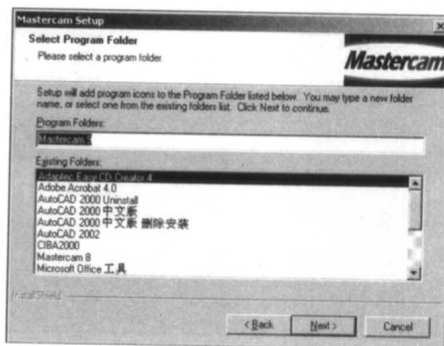

图 1-10
(9) 显示 Select Program Folder (选择程序子目录), 在 Program Folders (程序子目录) 下面的文本框, 自动输入 Mastercam 9, 如图 1-10 所示。单击 “Next” (下一步) 按钮。